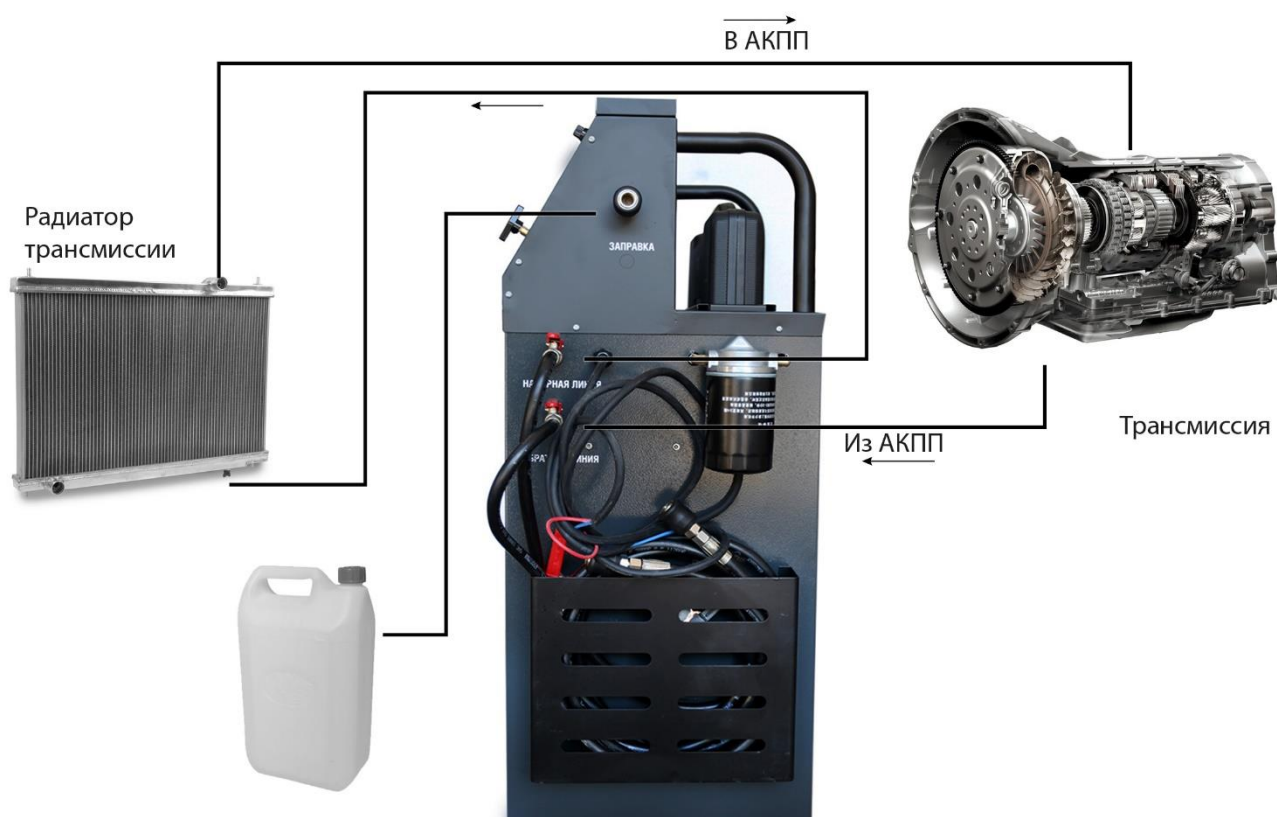

Рис. 4 Схема процесса цикла очистки
4. Согласно схеме (рисунок 4) найдите входное отверстие на радиаторе трансмиссии и точку слива трансмиссионной жидкости в коробке передач.